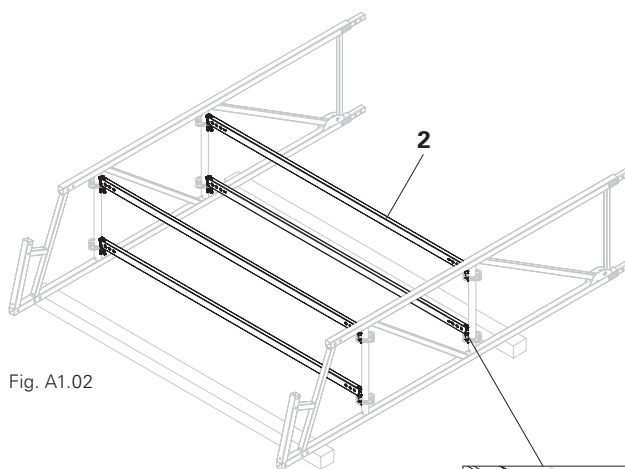

Fig. A1.02
2. Fissare i correnti orizzontali (2) alla rosetta su entrambi i lati (1.1) utilizzando le teste dei correnti e dei cunei (2.1). (Fig. A1.02)